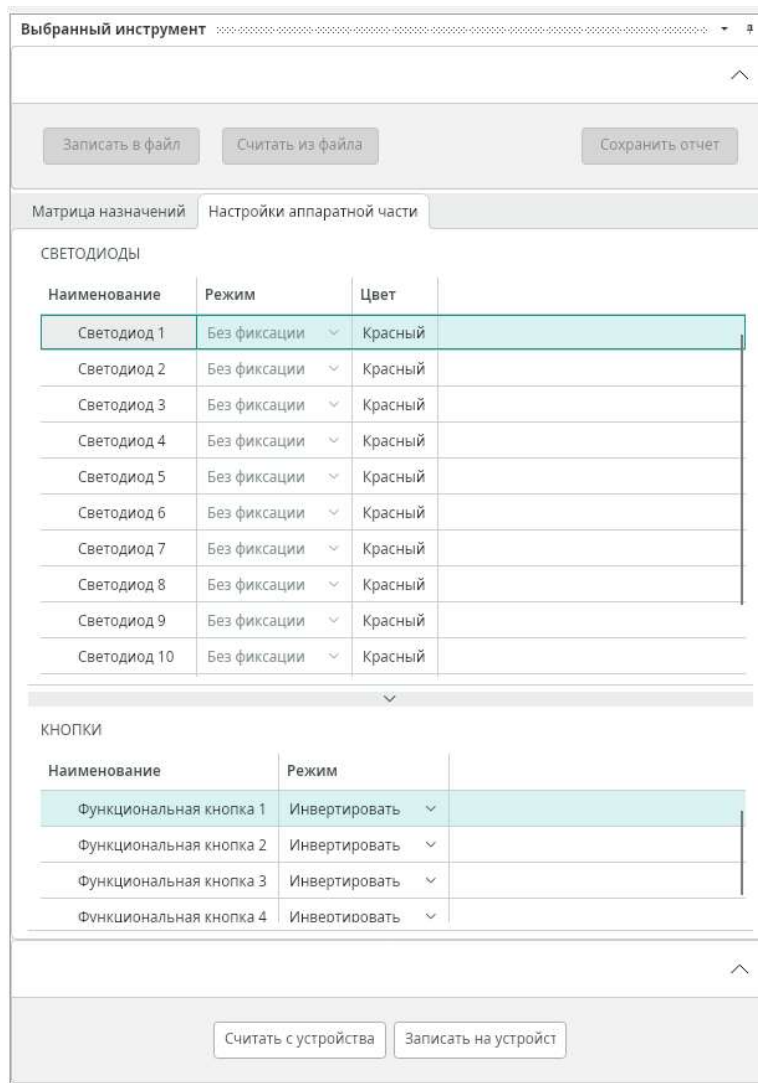

Рис. 33
- **«Матрица назначений»** (Рис. 33). Вкладка предназначена для создания логической связи между сигналом светодиода и сигналом ФСУ, а также между сигналом функциональной кнопки и сигналом ФСУ.
- **«Настройки аппаратной части»** (Рис. 33). Вкладка предназначена для выбора режима работы светодиода, его цвета и выбора режима функциональных кнопок.